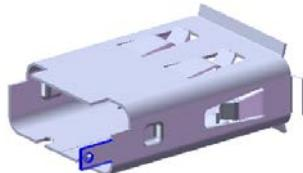
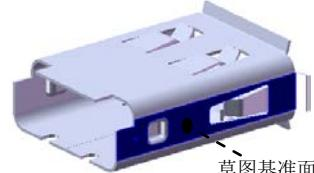
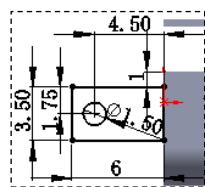

图 10.99 薄片 1
图 10.100 草图基准面
图 10.101 横断面草图
Step33. 创建图 10.99 所示的钣金特征——薄片 1。
(1) 选择命令。选择下拉菜单**插入(I)** → **钣金(H)** → **基体法兰(A)...**命令(或单击“钣金”工具栏上的“基体法兰/薄片”按钮 U)。
(2) 定义特征的横断面草图。选取图 10.100 所示的模型表面作为草图基准面，绘制图 10.101 所示的横断面草图；退出草图平面，此时系统自动生成薄片 1。